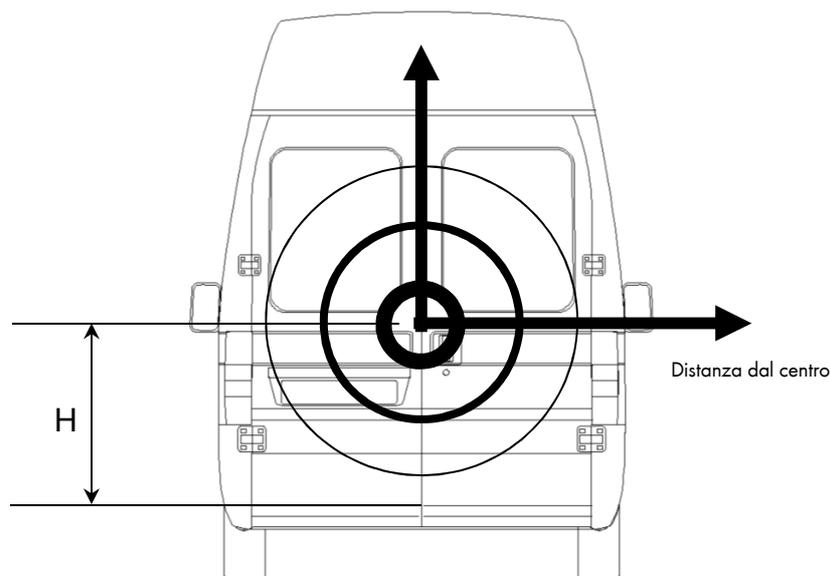

Fig.4
- Il posizionamento della corazza rispetto al bordo inferiore della portiera "H" deve essere tale da massimizzare l'efficacia, **quindi il più possibile al centro del portellone** (vedi fig.4) al fine di ridurre effetti leva.